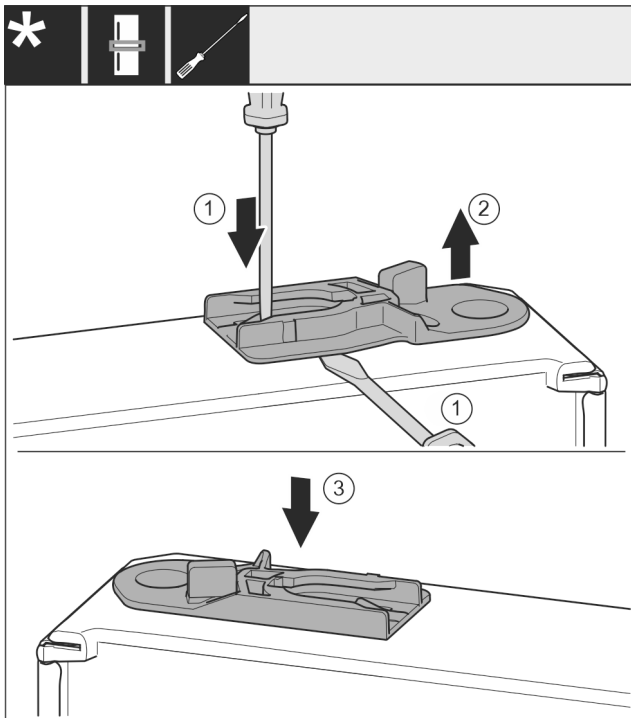

Fig. 38
- ▶ Dra ut styrhylsan: Tryck in fliken med spårskruvmejseln och stick samtidigt in skruvmejseln under styrhylsan. Fig. 38 (1, 2)
- ▶ Skjut in styrhylsan som medföljer leveransen på andra sidan skåpet. Fig. 38 (3)